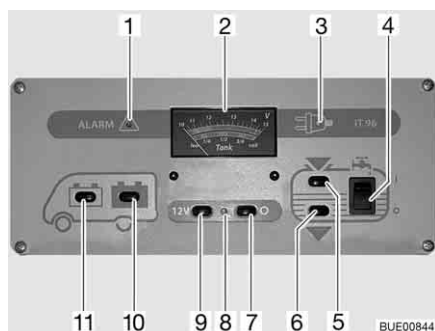

Fig. 154 Panel IT 96-2
El interruptor principal de 12 V (Fig. 154,7 y 9) conecta y desconecta el panel y la alimentación de 12 V del habitáculo.
- Pulsar el interruptor (Fig. 154,9) "12 V": La alimentación de 12 V del habitáculo está conectada. La luz de control (Fig. 154,8) se enciende de color verde.
- Pulsar el interruptor (Fig. 154,7) "O": La alimentación de 12 V del habitáculo está desconectada. La luz de control (Fig. 154,8) se apaga.
Observar la escala superior del instrumento indicador V/depósito (Fig. 154,2). El instrumento indicador se ilumina automáticamente al accionar el interruptor.
- Pulsar el interruptor (Fig. 154,11) "☺": Indica la tensión de la batería del motor de arranque.
- Pulsar el interruptor (Fig. 154,10) "☹": Indica la tensión de la batería del habitáculo.
Observar la escala inferior del instrumento indicador V/depósito (Fig. 154,2). El instrumento indicador se ilumina automáticamente al accionar el interruptor.
- Pulsar el interruptor (Fig. 154,5) "": Indica la cantidad de agua.
- Pulsar el interruptor (Fig. 154,6) "": Indica la cantidad de aguas residuales.
Conectar: ■ Pulsar el interruptor basculante (Fig. 154,4) por arriba "I": El suministro de agua está conectado.
Desconectar: ■ Pulsar el interruptor basculante (Fig. 154,4) por abajo "O": El suministro de agua está desconectado.
La luz roja de "ALARMA" (Fig. 154,1) parpadea en cuanto la tensión de la batería del habitáculo baja de 11 V (medición durante el servicio) y hay peligro de descarga completa.
Se enciende la luz de control de 12 V (Fig. 154,8) cuando se conecta el interruptor principal de 12 V (Fig. 154,9).
Se enciende la luz de control de 230 V (Fig. 154,3) amarilla cuando hay tensión de red en la entrada del bloque eléctrico.